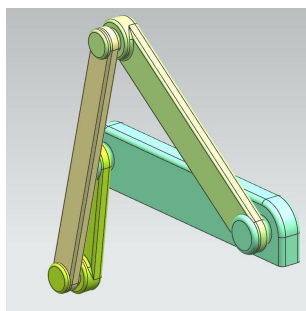
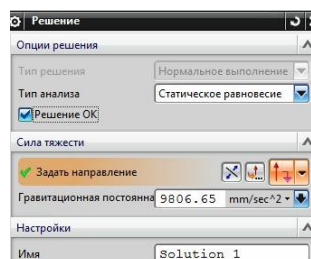

рис.5
Рис.6
рис.5а
- Если бы мы выполнили обычный анализ типа *Кинематика / динамика* (рис.5а), то наши звенья под действием собственной тяжести болтались бы некоторое время, и из-за некоторого трения в шарнирах через некоторое время все колебания бы прекратились. Но дожидаться устойчивого состояния системы через динамический анализ слишком дорого и долго. Поэтому вы можете сразу рассчитать статический режим системы с помощью установок, представленных на рис. 6.
- После этого система без всяких колебаний сразу покажет вам итоговое устойчивое состояние (рис.5).